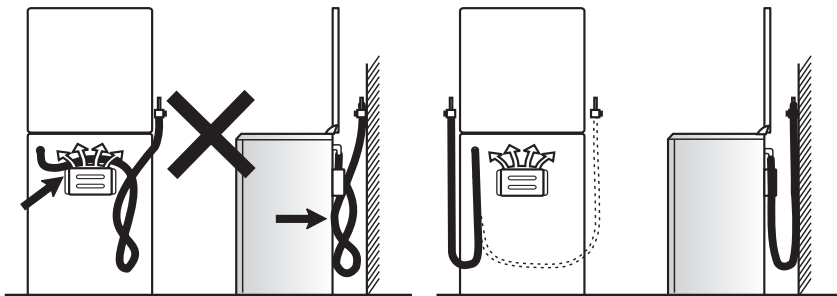

Рис. 15
- шланг не должен проходить в зоне горячего воздуха дымохода и касаться задней стенки плиты (рис. 15);
- ПОМНИТЕ:** После установки плиты на место обязательно проверьте положение гибкого шланга подвода газа и шнура питания (рис. 15). Они не должны проходить над дымоходом и касаться задней стенки плиты. Во время работы духовки там возникает большая температура, которая может их повредить.